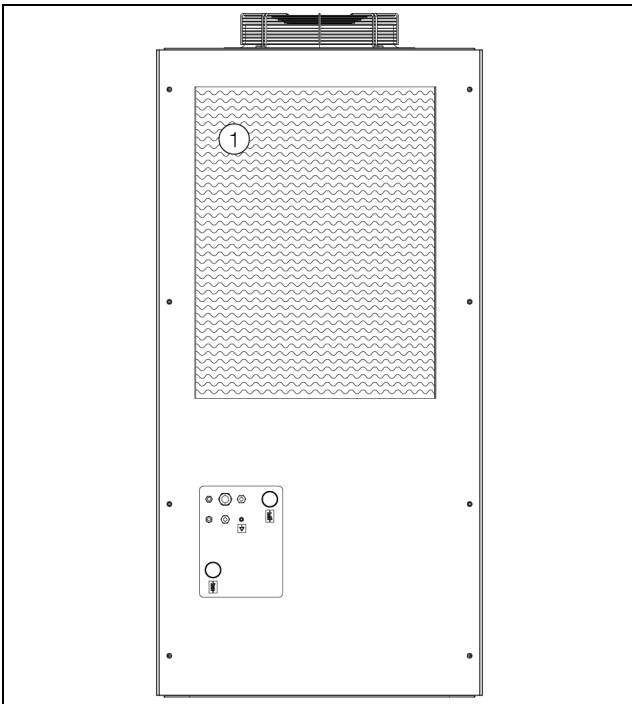

Abb. 46: Verflüssigerlamellen
- Die Lamellen des Verflüssigers befinden sich an der Rückseite des Chillers (Abb. 46, Pos. 1). Um diese freizulegen, müssen Sie zunächst das Schutzgitter wie im Abschnitt 5.8 „Filtermatten (Zubehör) einbauen“ beschrieben entfernen bzw. die installierte Filtermatte (Zubehör) entnehmen.